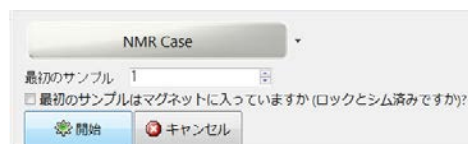

図 13. サンプルチェンジャーがある場合のダイアログ。
ボタンをクリックすると測定が開始され、図 13 または図 14 のように測定開始のダイアログが開きます。これ以降の操作はサンプルチェンジャーがある場合とない場合で操作が異なります。それぞれ説明しますので環境に応じて操作を使い分けます。
- ①  ボタンを選択すると測定開始のダイアログが開きます（図 13）。